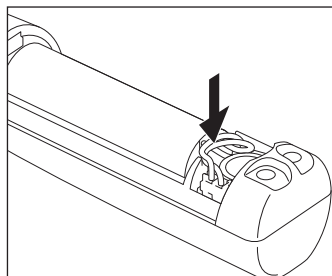
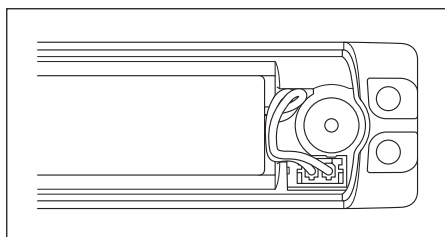

図 15
図 16
- 9) 余ったコードを図示の様に押し込み (図 15)、コードが図示のようになっていることを確認します。(図 16)